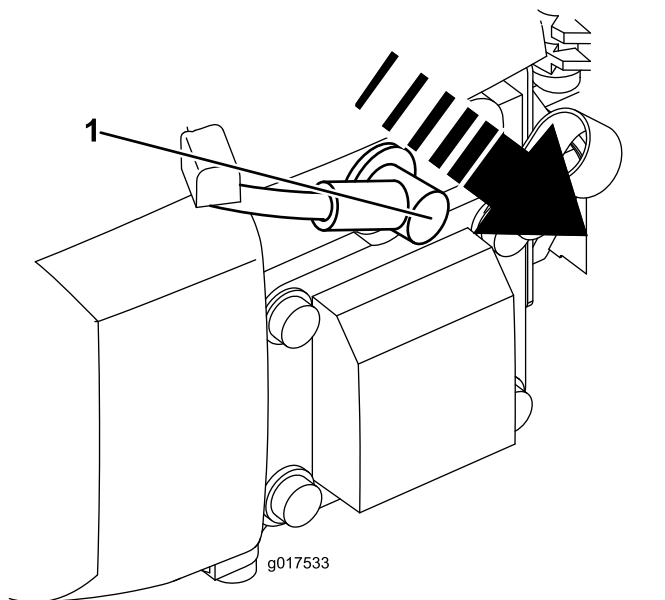

図 16
2. 整備などの前には、必ず点火プラグコードを外す 図 16。